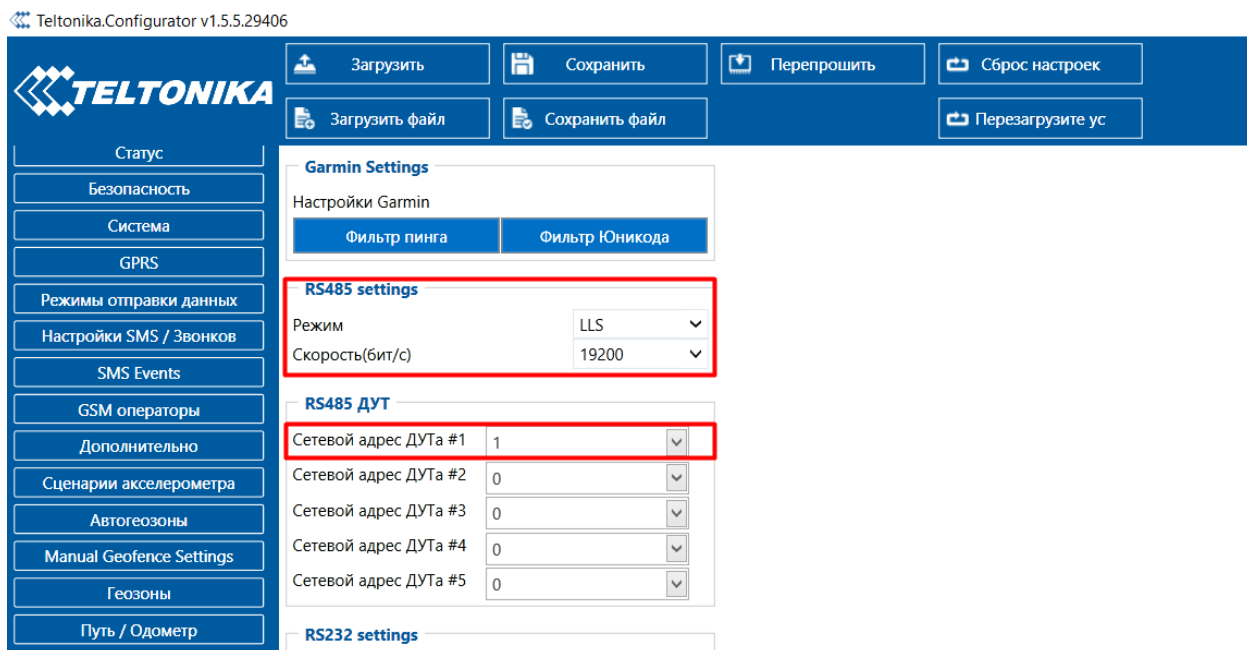

рис. 7.9. Указание адресов датчиков наклона в сети RS-485
- 1) укажите в настройках RS-485 интерфейса адреса датчиков наклона в сети RS-485 (поддерживается до 5 датчиков) (рис. 7.9).